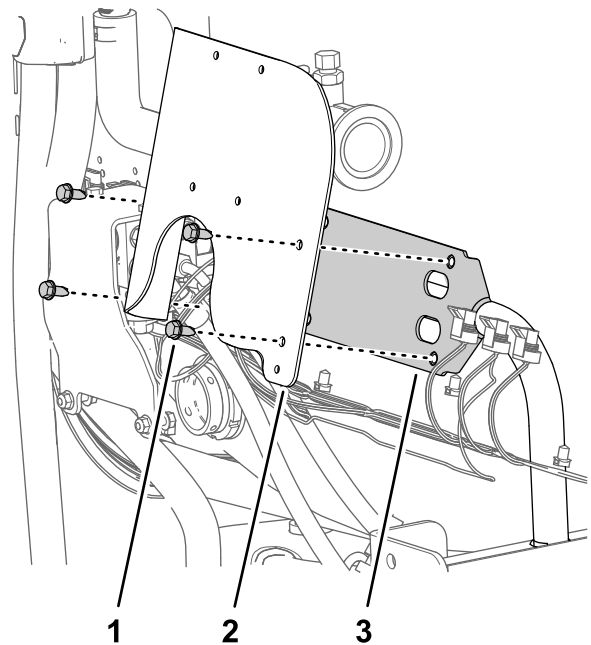

Bild 74
- Fluchten Sie die Löcher in der Halterung für das Durchflussmessgerät mit den Löchern in der Ventilbefestigung aus (Bild 74).